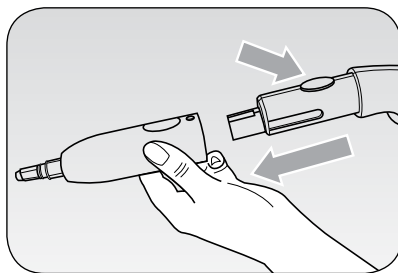

Fig. 2
Nałożyć na dyszę (C) żądane akcesorium (patrz rozdział "AKCESORIA"), wprowadzając je aż do zablokowania, jednocześnie naciskając górne urządzenie blokujące/odblokowujące na pistolecie (Rys. 2).
Element ten, do montowania na adapterze (12), pomaga usunąć uporczywe zabrudzenia, tworzące się na palnikach płyty gazowej lub w zagłębieniach płytek. Może być używany do czyszczenia sanitariatów, umywalek, krtek do gotowania, natrysków lub wanien, usuwając wszelkie ślady kamienia (Rys. 2).